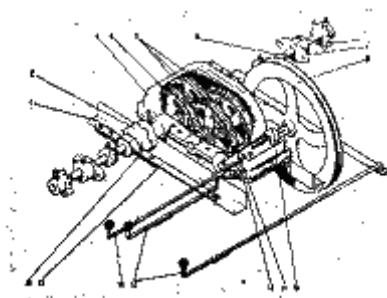

Рис. 12. Механизм самопередвижения:
4.9. Механизм самопередвижения (рис. 12) служит для перемещения машины по току при работе и для переездов от вороха к вороху без вспомогательных транспортных средств. Он состоит из двигателя, клиноременной передачи, двухскоростного редуктора, кулачковых муфт и цепных передач на колеса. Двигатель с помощью кнопки реверса, расположенной на щите управления, может получать как прямое, так и обратное вращение, и, таким образом, возможно передвижение машины вперед и назад.